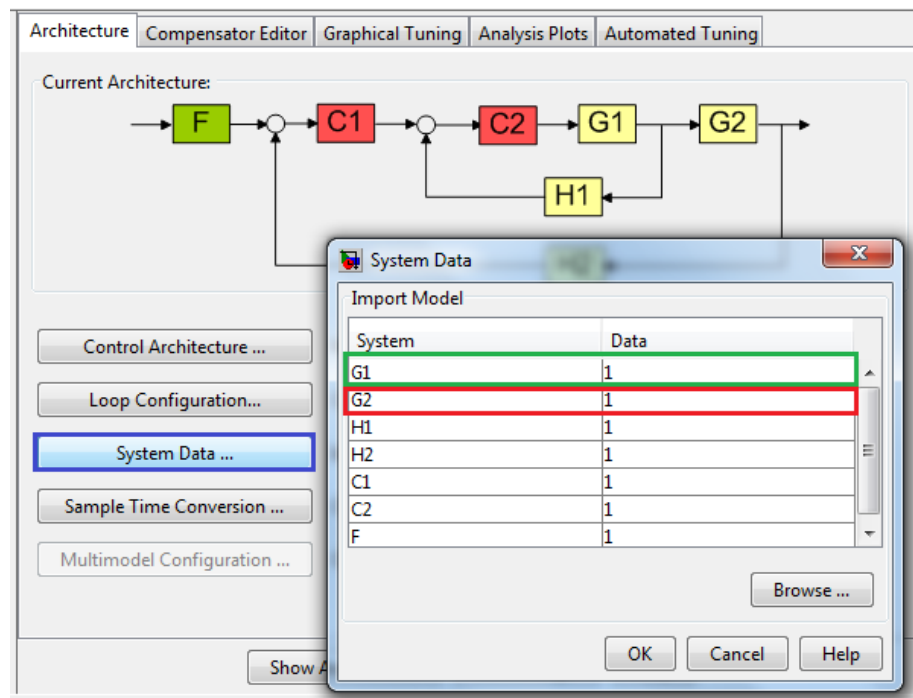

Figura 66. Esquema pestaña Architecture.
- Configure los bloques del controlador en la pantalla principal de sisotool haciendo click en *System Data* recuadro azul de la Figura 66, se abrirá la ventana de carga de funciones.
- En la ventana *System Data* configure todos los valores excepto G1 recuadro verde y G2 recuadro Rojo Figura 66, en 1 que es el valor por defecto.
- Para modificar el bloque G1 (Bloque función de transferencia Velocidad), escoger G1, recuadro verde Figura 66, de click en Browse. Como se muestra en la Figura 66, se abrirá una nueva ventana.
- Para modificar el bloque G2 (Bloque función de transferencia Posición), escoja G2 en el recuadro rojo Figura 66, de click en Browse. Como se muestra en la Figura 66, se abrirá una nueva ventana.